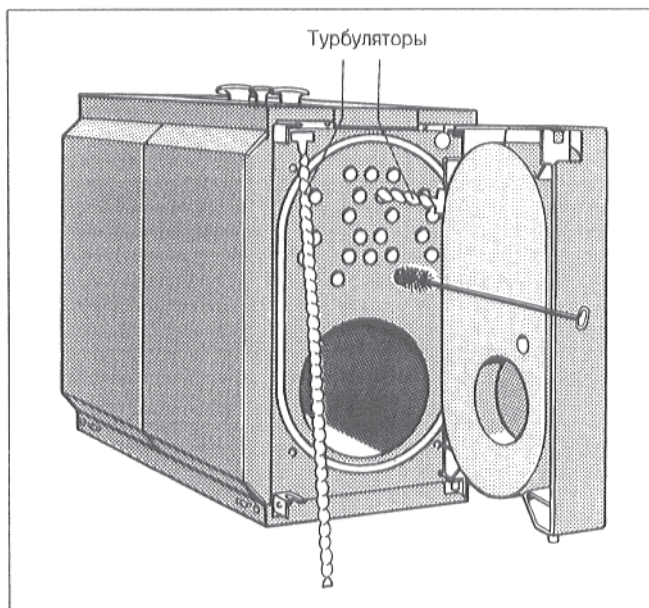

Рис. 25
- Вынуть турбуляторы из подключаемых труб отопления (Рис. 25).
- Прочистить щеткой подключаемые трубы отопления (Рис. 25).